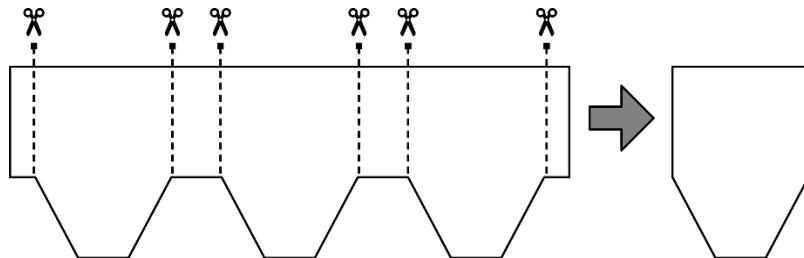

Fig. 10 – Preparazione elementi colmo
- Predisporre gli elementi di colmo andando a tagliare in tre pezzi una tegola intera - Fig. 10.